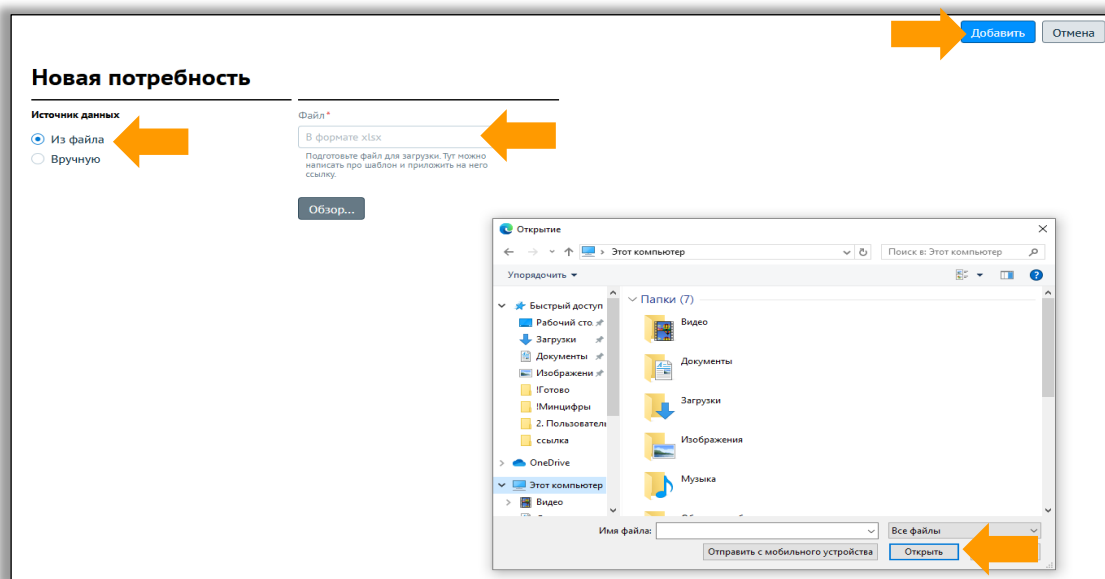

Рисунок 10 – Загрузка потребности из файла
1. «Из файла»: загрузите файл «Потребности» и нажмите «Добавить» (Рисунок 10)